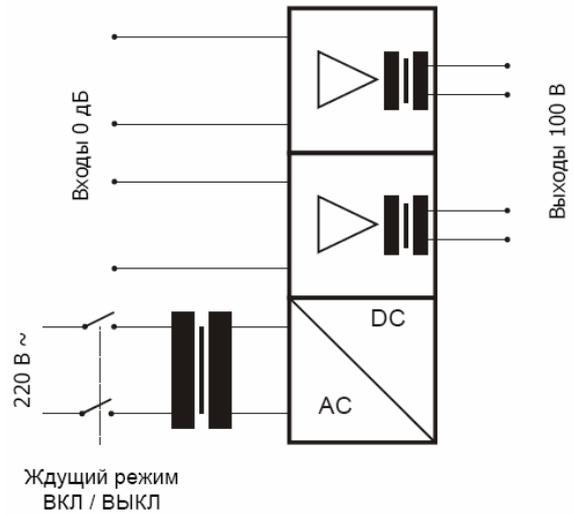

Рисунок 17 – Схема управления питанием усилителя Variodyn
- Режим ожидания, управление питанием по командам модуля DOM (см. рис. 17).